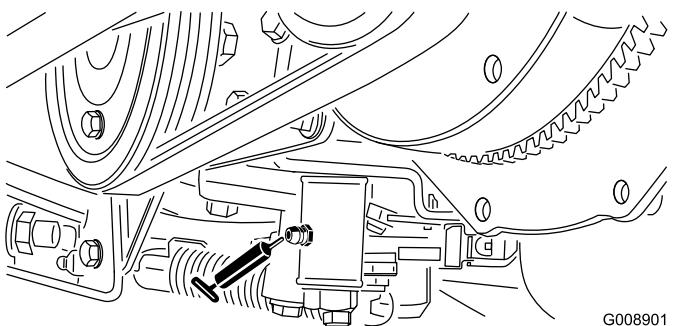

Figura 41
- Meccanismo di regolazione in folle (Figura 41)